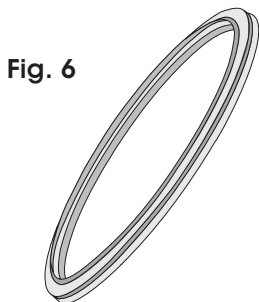

Fig. 6
- 6► **ANEL DE VEDAÇÃO** - É encaixado na tampa, tem a função de vedá-la com a câmara (Figs. 6 e 7), servindo também como dispositivo de segurança. Consulte "Dispositivos de Segurança" (Pág. 11). Requer manutenção **semanal**. Consulte "Manutenção Preventiva" (Pág. 23).
- 3► **ANEL DE VEDAÇÃO** - Caso a pressão ultrapasse 3 kgf/cm² ou 294 kPa, o anel de vedação escapará pela borda ocasionando um ruído alto, consulte "Identificação dos Componentes da Autoclave" (Figs. 6 e 7, pág.9);